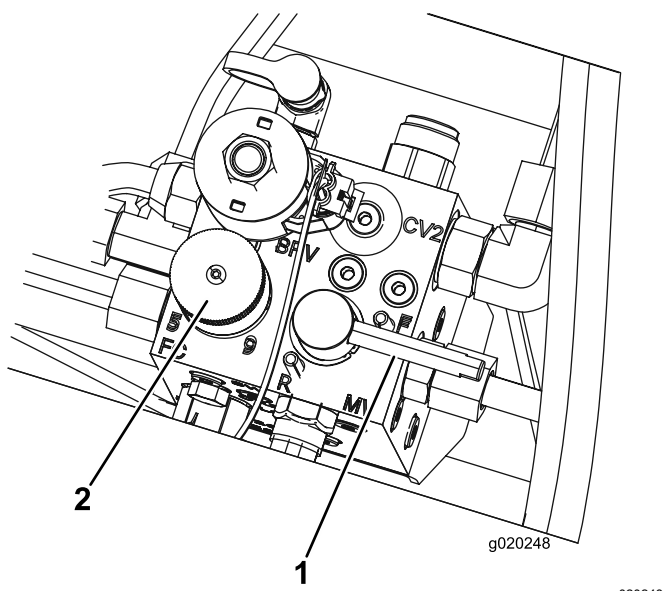

Figure 83
- Réglez le bouton de commande de vitesse des cylindres à la position 1 (Figure 83).
- Tournez le levier de rodage à la position R (rodage) (Figure 83).